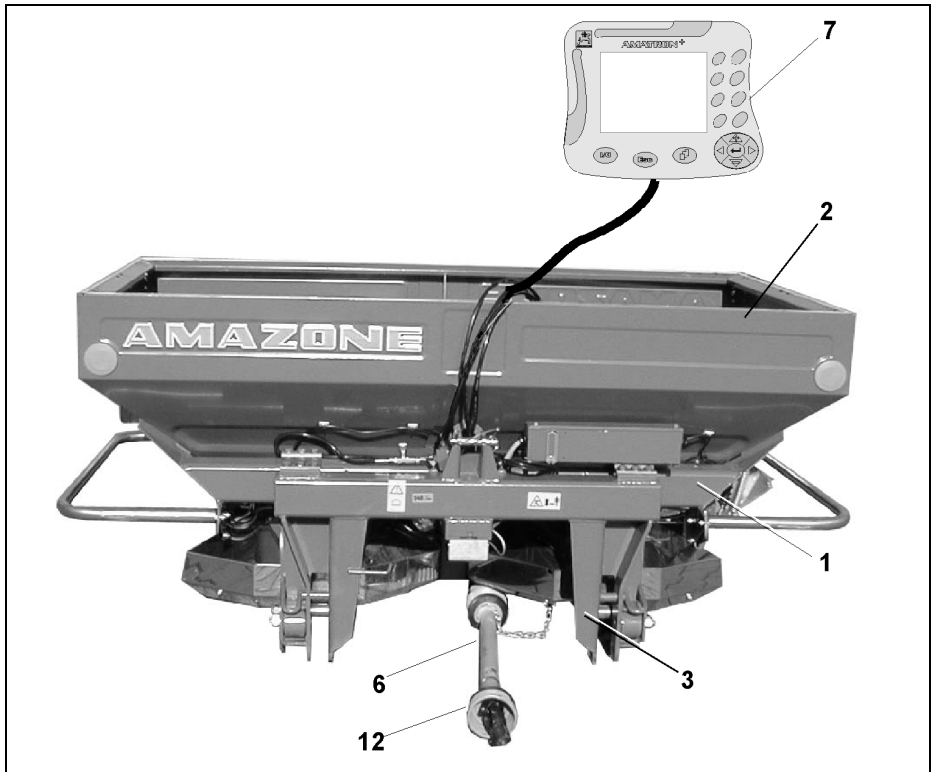

Fig. 3
- Rahmen (Fig. 3/1)
- Behälter (Fig. 3/2)
- Wiegerahmen (Fig. 3/3)
- Gelenkwelle (Fig. 3/6)
- Bordrechner Amatron+ (Fig. 3/7)
- Gelenkwellenschutz (Fig. 3/12)